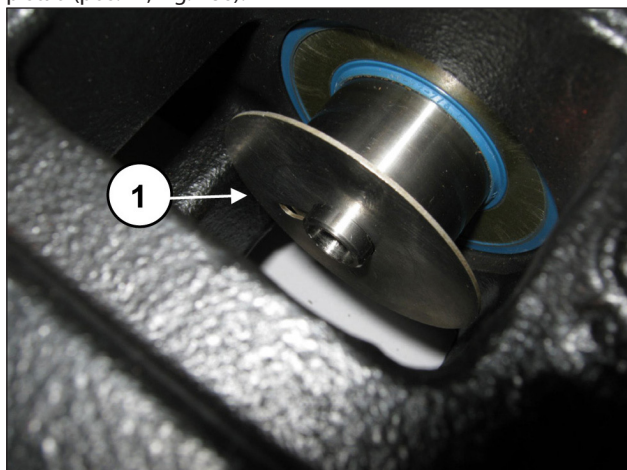

Fig. 186
Posicione a proteção contra respingos na ranhura da guia do pistão (pos. ①, Fig. 186).